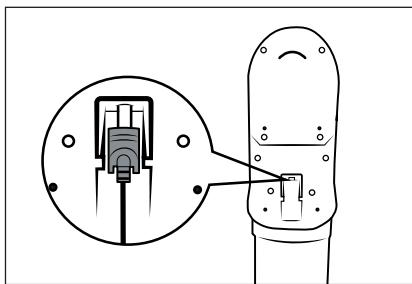

Fig. 8
- Ricaricare la batteria ② non appena l'indicatore livello batteria ⑥ indica una carica residua bassa della batteria ② .
- L'apparecchio si spegne poco dopo aver segnalato che la batteria ②  è scarica.
- L'aspirapolvere può anche essere caricato direttamente tramite l'alimentatore ⑩. A tale scopo girare leggermente lo spinotto cavo ⑪ per rimuoverlo dal supporto a parete ⑯ e inserirlo nella presa di carica ③ dell'apparecchio (vedere fig. 8).